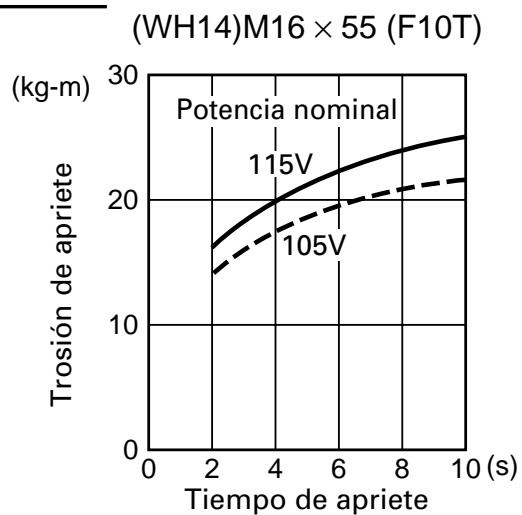

Fig. 5
1. Confirmar la tensión de la línea (Fig.5, 6, 7, 8 y 9)
La tensión de apriete disminuye cuando la tensión de la línea desciende. (Ver las Fig.5, 6, 7, 8 y 9).
La tensión de apriete aumenta al aumentar el tiempo de operación. La tensión de apriete sin embargo no supera cierto valor a pesar de que la herramienta funcione durante un largo período de tiempo. (Ver las Fig.5, 6, 7, 8 y 9).
Como se muestra en las Fig.5, 6, 7, 8 y 9, la tensión de apriete difiere según el diámetro del perno. Generalmente, cuanto mayor sea el diámetro del perno, mayor será la tensión de apriete.